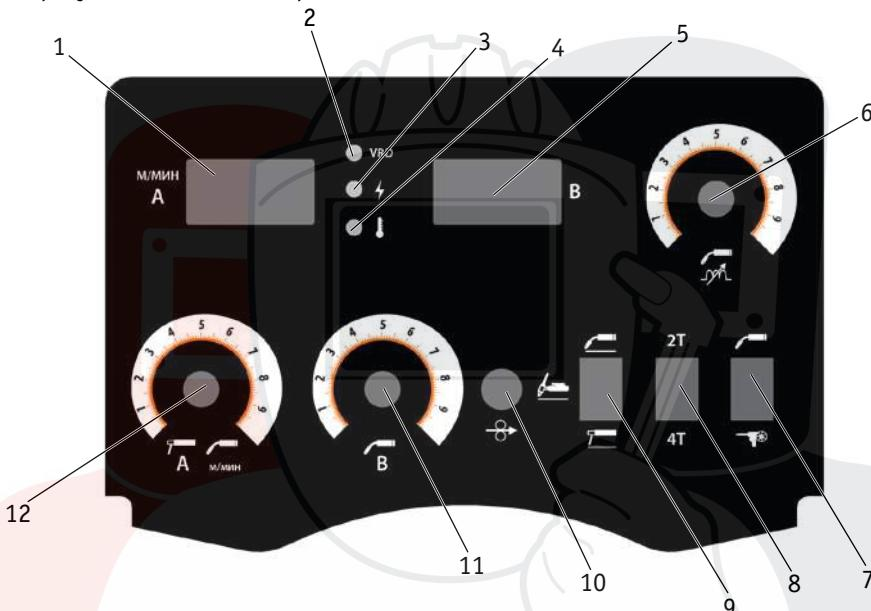

Рис. 7.1. Передняя панель источника питания.
| 2. Панель управления (См. рис. 7.1)              | 10. Тумблер включения                |
1. Нажать и держать кнопку холостого прогона сварочной проволоки (См. рис. 7.1, поз. 10).
3. После включения отпустить кнопку холостого прогона проволоки. На дисплее №1 (См. рис. 7.1, поз. 1) появятся значения «РХ» – номер ячейки. На дисплее №2 (См. рис. 7.1, поз. 5) появятся значения «XXX» – диапазон регулировки.
4. Регулятором скорости подачи проволоки (См. рис. 7.1, поз. 12) выбрать ячейку.
5. Регулятором напряжение на дуге (См. рис. 7.1, поз. 11) установить параметр.